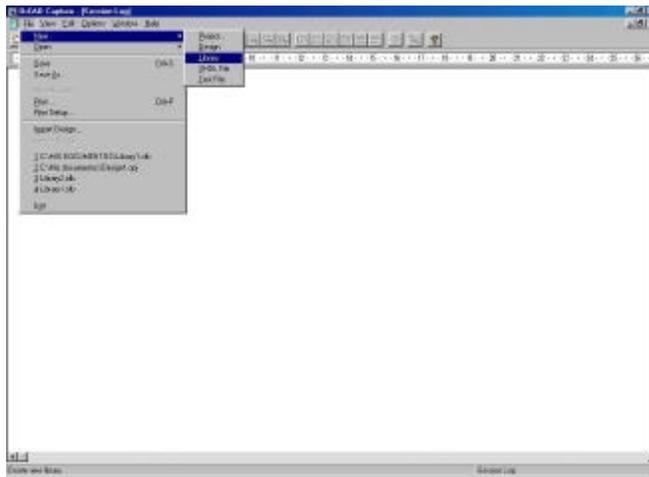

Figura 4.4 Creación de una nueva librería.
- 1 En el Menú *File* seleccione *New* y dé clic en *Library*. OrCAD le asigna el nombre de *LIBRARY1.OPJ* por default (ver figura 4.4) . La extensión *.OPJ* hace referencia a un archivo que es una librería de componentes en CAPTURE.